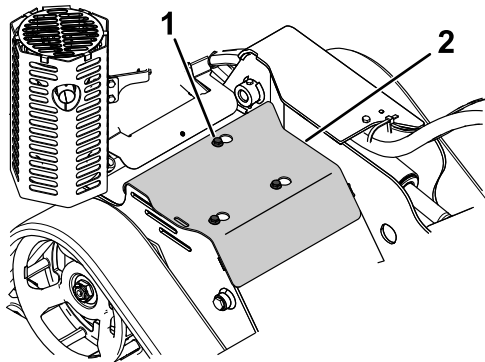

Figura 19
3. Afloje secuencialmente los 3 pernos que sujetan la cubierta al bastidor hasta que la cubierta quede suelta (Figura 19).
1. Perno (3)
5. Para instalar la tapa antes de utilizar la máquina, deslícela en su sitio y apriete los 3 pernos que aflojó anteriormente (Figura 19).